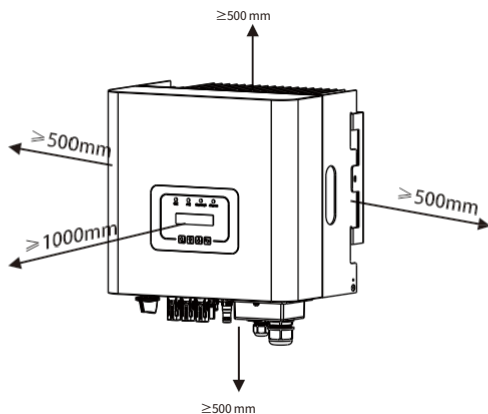

Imagen 4.3 Espacio de instalación
- Si se instala más de un inversor, debe dejarse un espacio de al menos 500 mm entre cada uno de ellos. Además, dos inversores adyacentes también deben estar separados por al menos 500 mm. El inversor debe instalarse en un lugar fuera del alcance de los niños. Consulte la imagen 4.3.